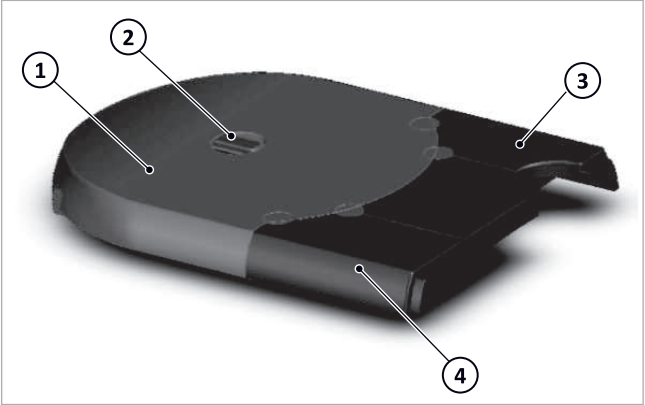
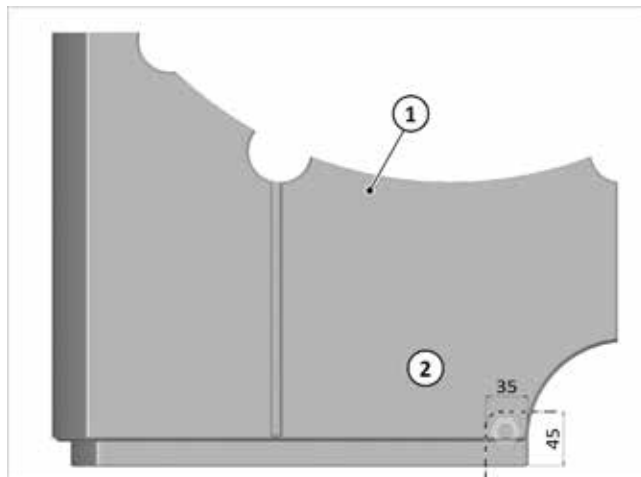

Fig. 118: Aislamiento superior de SolvisBen
Fig. 122: En caso necesario, corte y separe el paso de la tubería de gas
1. Retire hacia arriba el aislamiento superior de la estación de agua caliente sanitaria fig. 118 (4) y de la estación de circuito de calefacción fig. 118 (3).
2. Agarre el aislamiento del recipiente fig. 118 (1) y con una cuchilla afilada separe con cuidado los cuatro tapones unidos por espuma de la estación de agua
- 4.** Coloque el aislamiento del recipiente superior → fig. 118 (1) en el recipiente.
- en los laterales izquierdo y derecho (1)
- en la parte central posterior (2)
- en la parte central anterior (3)
- 6.** Coloque el aislamiento superior de la estación de circuito de calefacción → fig. 118 (3).
- 7.** Al instalar el conducto de gas hacia arriba, corte y separe el aislamiento superior de la estación de agua caliente sanitaria (1, véase también → fig. 118 [4]) antes de colocarlo según → fig. 122 (o la plantilla adjunta).
- 1.** Coloque todo el aislamiento superior montado → fig. 118 (1+2+3+4) en el recipiente.